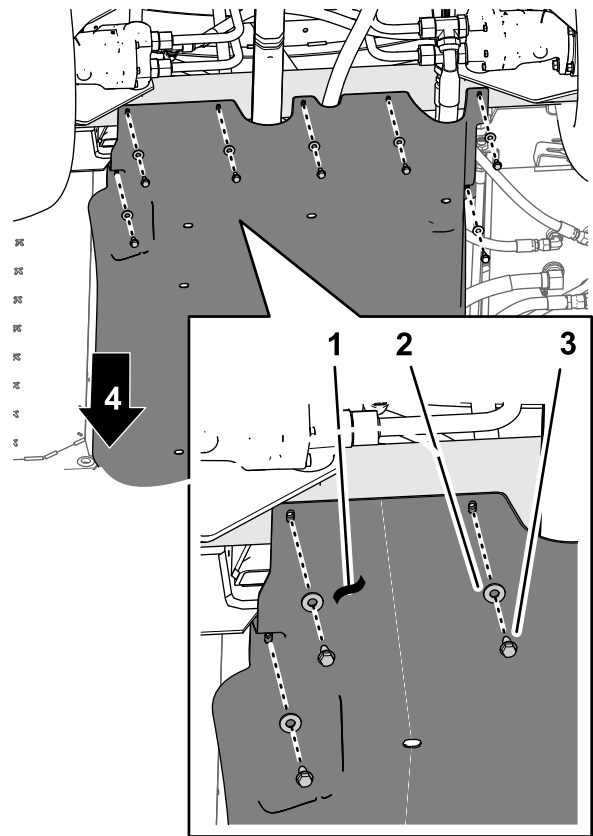
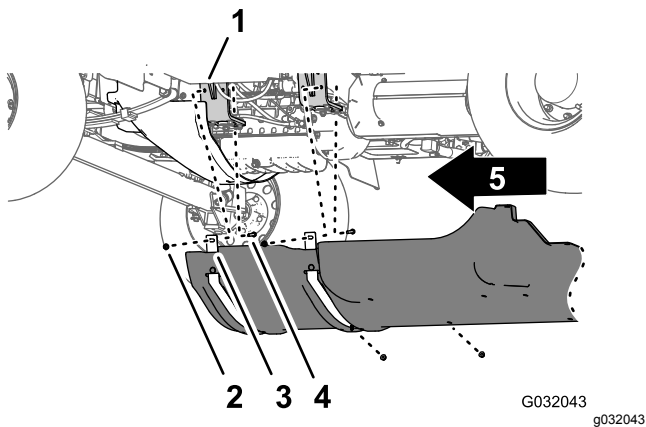

Figure 22
Figure 23
2. Retirez les 4 contre-écrous à embase (5/16") des boulons et le boulon de carrosserie qui fixent les barrettes de support du carénage de soubassement aux supports du moteur de la machine (Figure 23).
1. Retirez les 7 boulons à embase (5/16 x 7/8") et les 7 rondelles (5/16") qui fixent l'arrière du carénage de soubassement au châssis de la machine (Figure 22).
- Déposez le carénage de soubassement de la machine (Figure 22 et Figure 23).